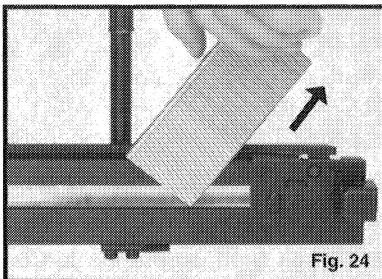

Fig. 24
- B. Deslice las grapas hasta la parte posterior y levántelas para sacarlas de la recámara (ver la Fig. 24).